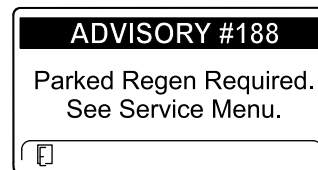

Figura 56
- É necessária regeneração em estacionamento AVISO N.º 188 (Figura 56)